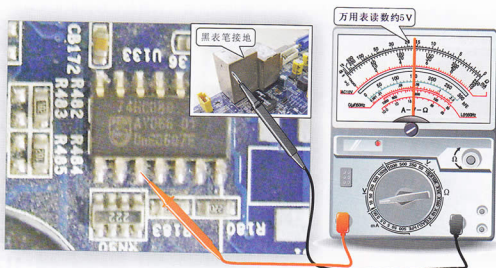

图10-24 在按下电源开关时检测门电路③脚的电压值
① 在按下电源开关前，测量逻辑门电路输出端③脚的电压，正常时，为高电平，约有 5V 左右的电压，如图 10-24 所示。